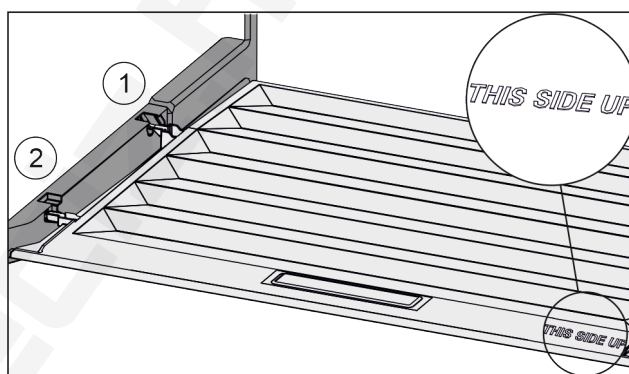

Fig. 30
- Vezesse be a fedél bordáit a hátsó tartó Fig. 30 (1) nyílása fölé, elől pedig pattintsa be azokat a tartóba Fig. 30 (2).